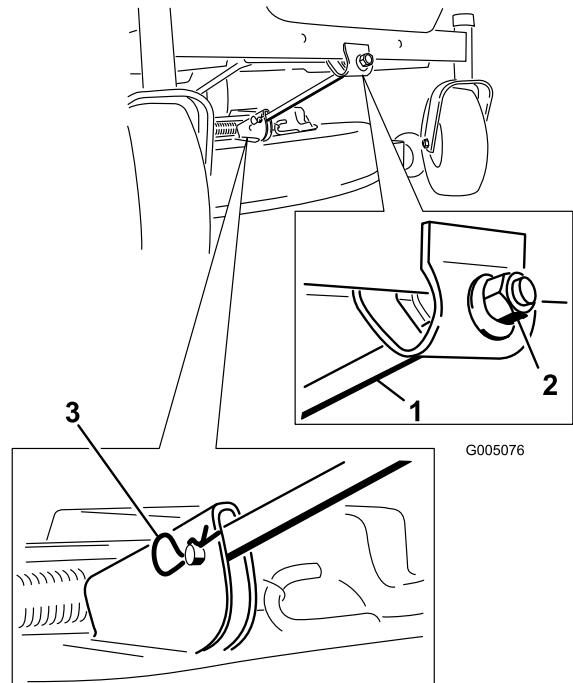

Figura 43
4. Retire el pasador y la chaveta de la varilla de soporte delantera (Figura 43). Baje cuidadosamente la parte delantera de la plataforma del cortacésped al suelo.
6. Conecte la varilla de soporte delantera a la plataforma del cortacésped con el pasador y la chaveta (Figura 43).